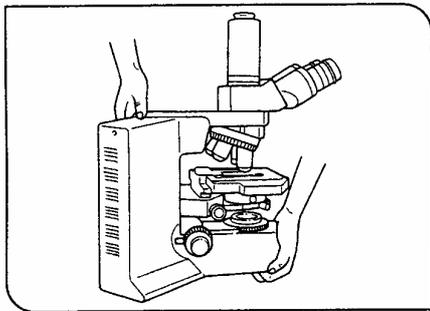

图 2
安全注意事项（图 2）
- 3) 移动显微镜时，应如图 2 所示，要用双手小心地握住镜臂和镜基后面的把手。（重量大约 16 公斤）